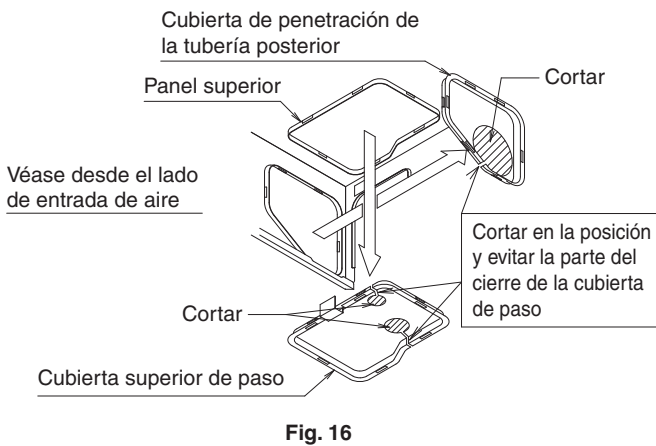
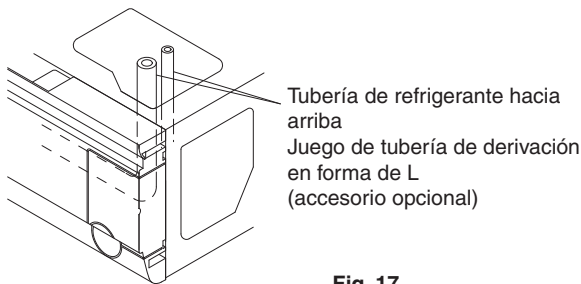
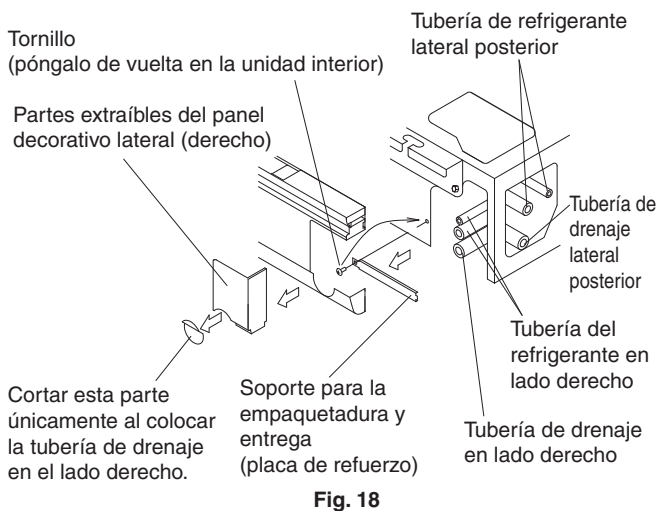
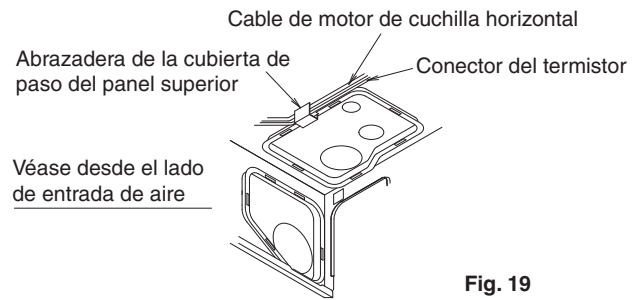

Fig. 16
Fig. 17
Fig. 18
Fig. 19
- Retire el soporte de embalaje y entrega (tabla de refuerzo), antes de colocar la tubería del refrigerante. (Refiérase a la Fig. 18)
**(1) Para tubería posterior**
- Retire la cubierta posterior de paso, y conecte la tubería. **(Refiérase a la Fig. 16 y Fig. 18)**
**(2) Para tubería superior**
- Retire la cubierta de paso superior y utilice el kit de conexión de tubería en L (accesorio opcional) para guiar la tubería. **(Refiérase a la Fig. 16 y Fig. 17)**
**(3) Para tubería en lateral derecho**
- Retire el soporte de embalaje y entrega (tabla de refuerzo) situado en la superficie derecha y vuelva a colocar el tornillo en su posición original. **(Refiérase a la Fig. 18)**
- Corte el orificio preperforado del panel decorativo lateral (derecho) y conecte la tubería. **(Refiérase a la Fig. 18)**
- Una vez finalizada la instalación de las tuberías, corte la cubierta de paso según la forma de las tuberías y colóquela. En la cubierta de paso del panel superior que ya retiró, pase los conectores del motor del deflector y el termistor a través de la abrazadera de la cubierta de paso del panel superior y ajuste. **(Refiérase a la Fig. 16 y Fig. 19)** Cuando realice este procedimiento, cubra con masilla cualquier espacio existente entre la cubierta de paso de la tubería y la tubería, para evitar la entrada de polvo en la unidad interior.
- La tubería de drenaje puede conectarse en las direcciones que figuran a continuación: Para el lado posterior/derecho, consulte la **Fig. 18** de "6. COLOCACIÓN DE LA TUBERÍA DEL REFRIGERANTE", y para el lado posterior/izquierdo, consulte la **Fig. 21**.